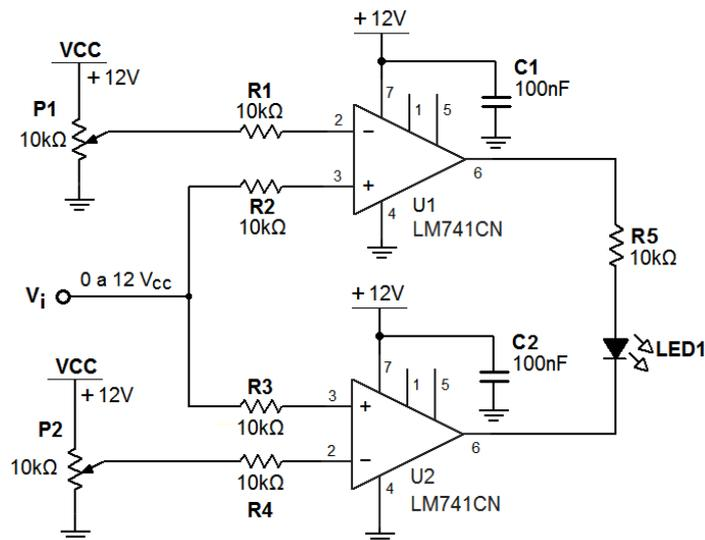

Figura 3.52 – Fonte: www.luizbertini.net/circuitosnovos/circuitos_eletronicos.pdf
► EF 39 – O detector de janela da Figura 3.52 tem uma função. Identifique-a. Operação: ajuste do trimpont P_1 para obter 4 V em seu cursor e do trimpont P_2 para obter 8 V em seu cursor.